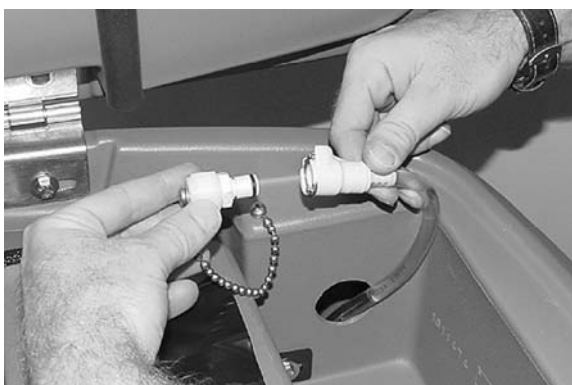

РИС. 12
3. Если шланг питания не используется, не забудьте подключить заглушку (Рисунок 12). Это предотвратит систему FaST от высыхания и засорения шланга питания.